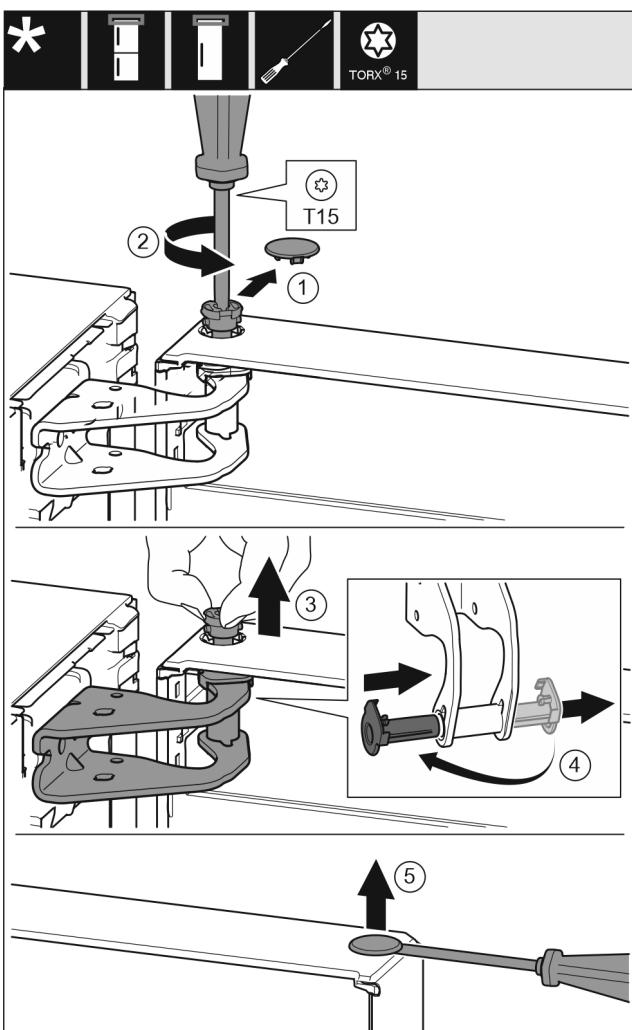

Fig. 6
- Осторожно снимите предохранительную крышку. Fig. 6 (1)
- Немного выкрутите палец отверткой T15. Fig. 6 (2)
- Удерживая дверь, извлеките палец вручную. Fig. 6 (3)
- Опорную втулку вытяните из направляющей. Установите и зафиксируйте с другой стороны. Fig. 6 (4)
- Осторожно приподнимите и извлеките при помощи шлицевой отвертки заглушку из опорной втулки двери. Fig. 6 (5)